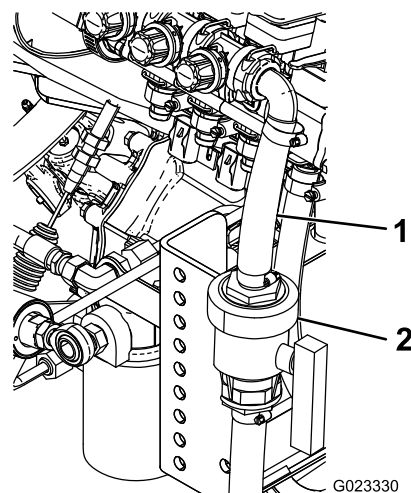

図 12
13. ホースクランプ2個を使って、2本のホース端部を、給液バルブに取り付ける (図 12)。